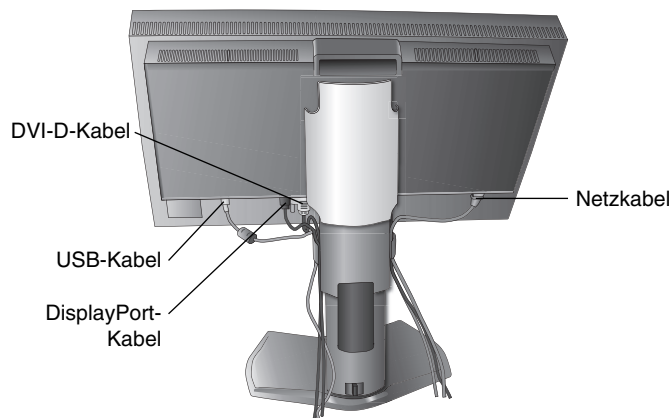
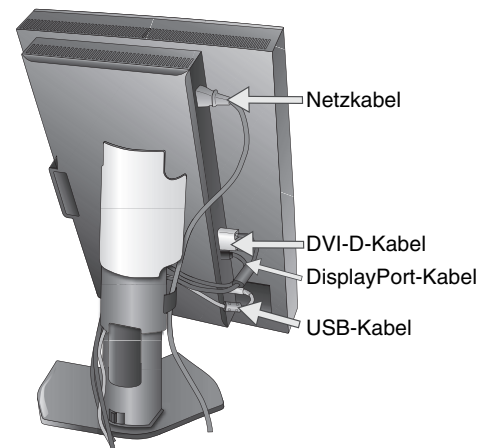

**Abbildung C.1**
**Abbildung C.1a**
- Verbinden Sie alle Kabel mit den entsprechenden Anschlüssen (**Abbildung C.1**). Verbinden Sie den Anschluss des Typs B mit dem USB-Upstream-Anschluss auf der hinteren rechten Seite des Monitors und den Anschluss des Typs A mit dem Downstream-Port am Computer (**Abbildung C.1a**). Wenn Sie das Kabel eines USB-Geräts verwenden, müssen Sie es in einen der Downstream-Ports des Monitors einstecken.